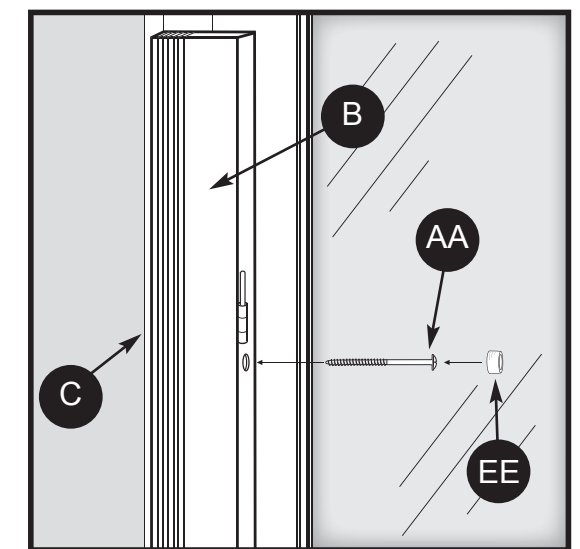

Fig. 1
**Paso 1: (Fig. 1)**
**Aditamentos utilizados (Fig. 1)**